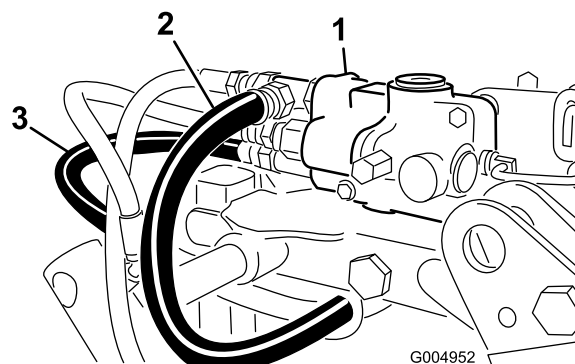

Figura 104
13. Desconecte la manguera del depósito de la válvula de control (Figura 104). Tapone la manguera y el acoplamiento. Tire de la manguera del depósito hacia la parte trasera de la máquina.
14. Desconecte la manguera de presión de la válvula de control (Figura 104). Tapone la manguera y el acoplamiento. Tire de la manguera hacia la parte trasera de la máquina.